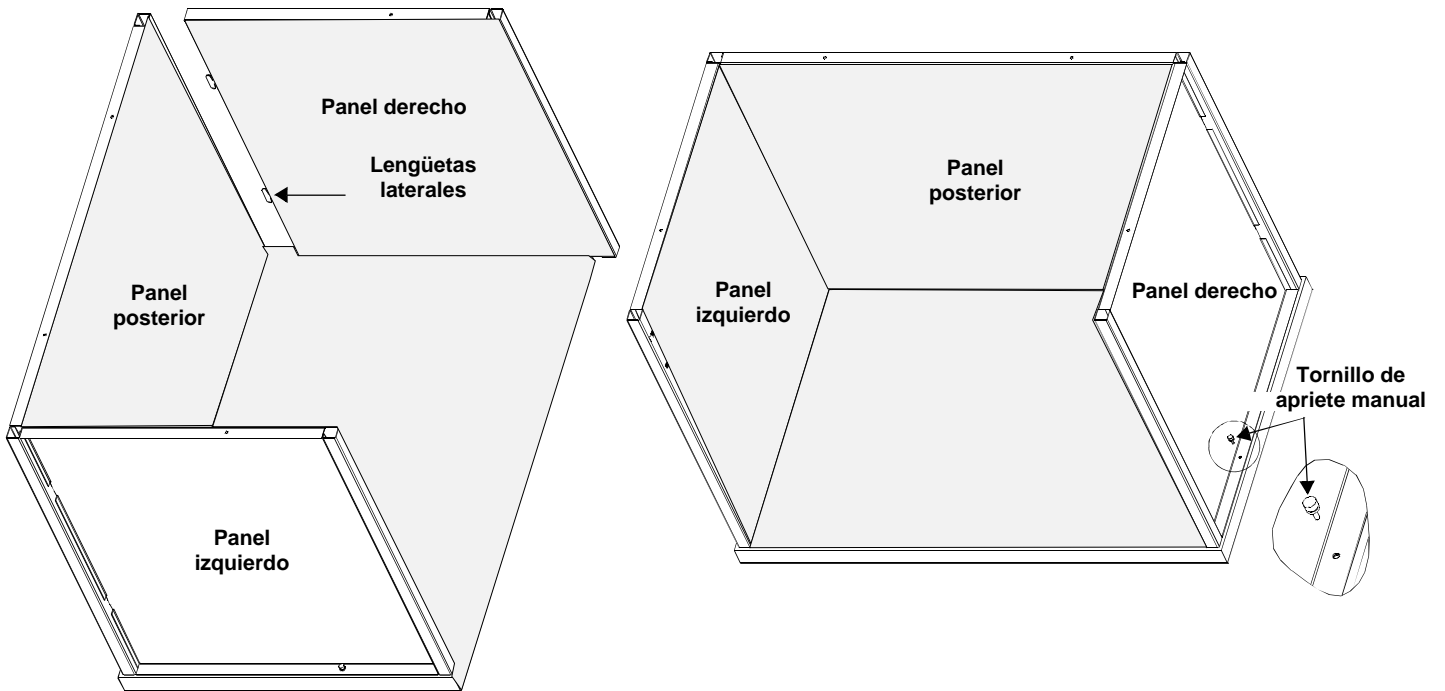

Figura 4. El panel derecho en los paneles posterior e inferior
6. Introduzca las lengüetas laterales del panel derecho (#4) en el panel posterior (#2). Fije el panel derecho al panel inferior con los tornillos de mano, tal como se muestra en la Figura 4.